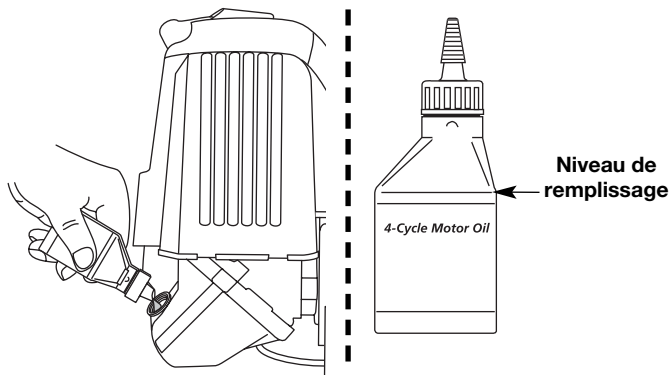

Fig. 25
**REMARQUE :** Mesurez la quantité nécessaire à l'aide de la bouteille et de la buse utilisées lors de la mise en service. 90 ml (3,04 oz) correspond environ au haut de l'étiquette de la bouteille (Fig. 25). Vérifiez le niveau d'huile avec la jauge. S'il est trop bas, ajoutez un peu d'huile par l'orifice et revérifiez. Ne remplissez pas trop (Fig. 25).